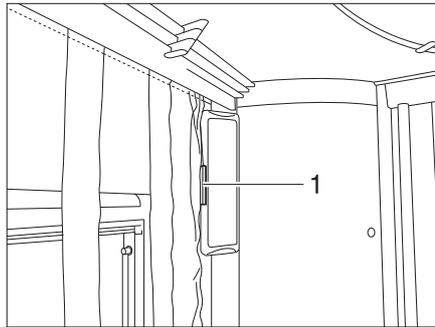

Bild 63 Raffrollo
- Schnurbeschwerer (Bild 63,1) nach unten ziehen. Das Rollo wird von den Bändern nach oben gezogen und gerafft.